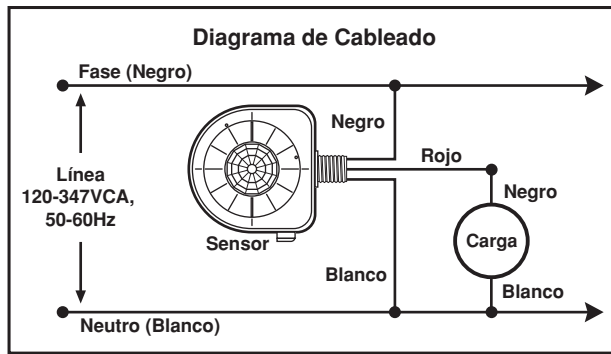
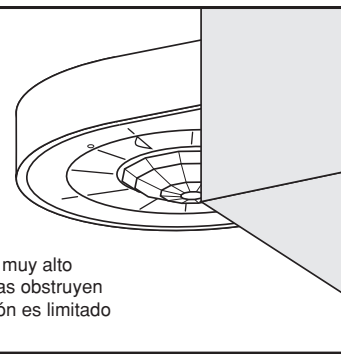

Figura 1A
Figura 1B
NOTA: El sensor se suministra con dos anillos ajustadores de lentes. Los lentes de 360 grados de montaje alto (anillos ajustadores de color blanco) vienen instalados de fábrica con los lentes bajos (anillos ajustadores de color azul) en la caja de cartón. Elija los lentes correctos para la altura del accesorio y añada el obturador negro de pasillo si desea bloquear detección fuera del pasillo. Para cambiar los anillos de los lentes vea abajo. El sensor se monta en un orificio ciego de 1.25 cm. al final de una luminaria o en una caja eléctrica. El campo de visión del sensor puede ser obstruido parcialmente con la caja de la luminaria (**vea Figura 1A**). En montajes altos no es necesario usar las vigas externas. Si la base del sensor se monta a 2.54 cm. de la base de la luminaria no afectará el campo de visión (**vea Figura 1B**).
2. Empuje el orificio marcado en la mitad del cuerpo del Adaptador para montarlo en la luminaria o caja eléctrica (**vea Figura 1B**).